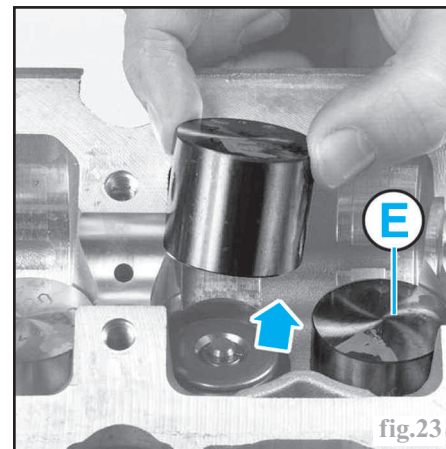

fig.23
- L'épaisseur (E) de chaque poussoir est inscrite sur le dessus de celui-ci (fig.23).